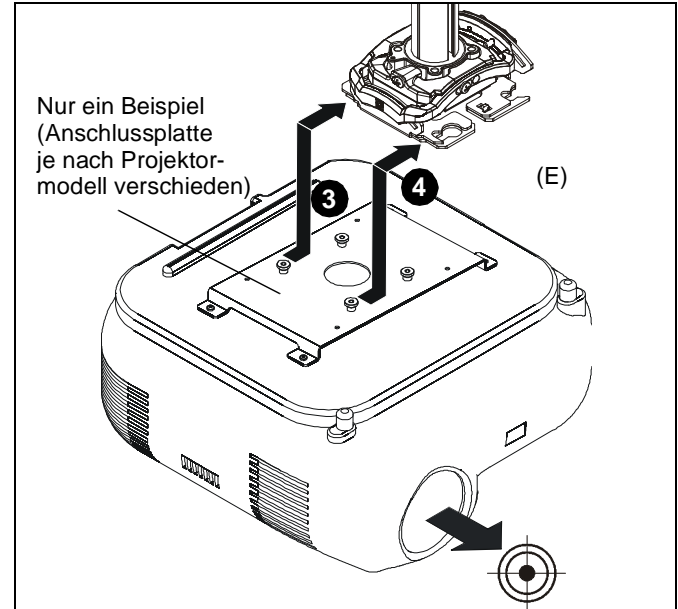

Abb. 14
2. Richten Sie den Projektor mit der Anschlussplatte aus. (Siehe Abb. 14)
3. Halten Sie den Projektor so, dass die Schrauben mit den Flügelmutter nach den Montageschlitz in der Montagebasis ausgerichtet sind. (Siehe Abb. 14)
4. Schieben Sie den Projektor mit der Anschlussplatte in die Montageschlitz der Montagebasis, bis sich die Schrauben am hinteren Ende der Schlitz befinden. (Siehe Abb. 14)